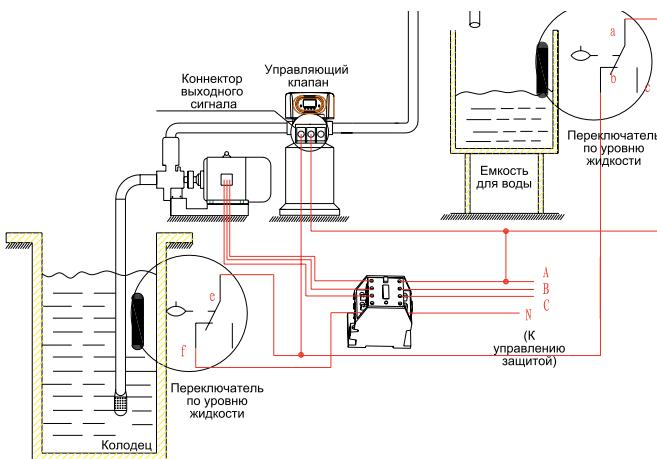

Рис. 3-6 Схема электрических соединений Переключателя по уровню жидкости в ёмкости для воды, контролирующего работу насоса на входе в систему.
- **Сигнализатор уровня жидкости, управляющий входным насосом (с трехфазным двигателем, см. Рис. 3-6) (режим b-01)**